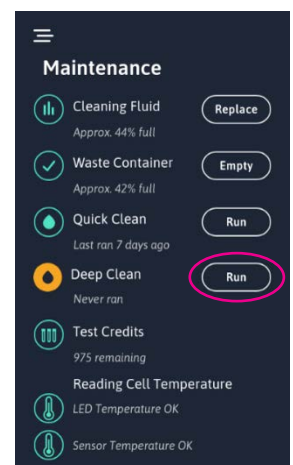

Figura 34
1. Premere il pulsante "Esegui" Pulizia profonda nel sotto-menu Manutenzione per avviare una Pulizia profonda (Figura 34). L'analizzatore verificherà che i volumi dei flaconi iWASH e iWASTE siano sufficienti e avviserà di sostituirli in caso contrario. Se il volume è sufficiente, l'analizzatore chiederà all'utente di inserire la soluzione detergente.